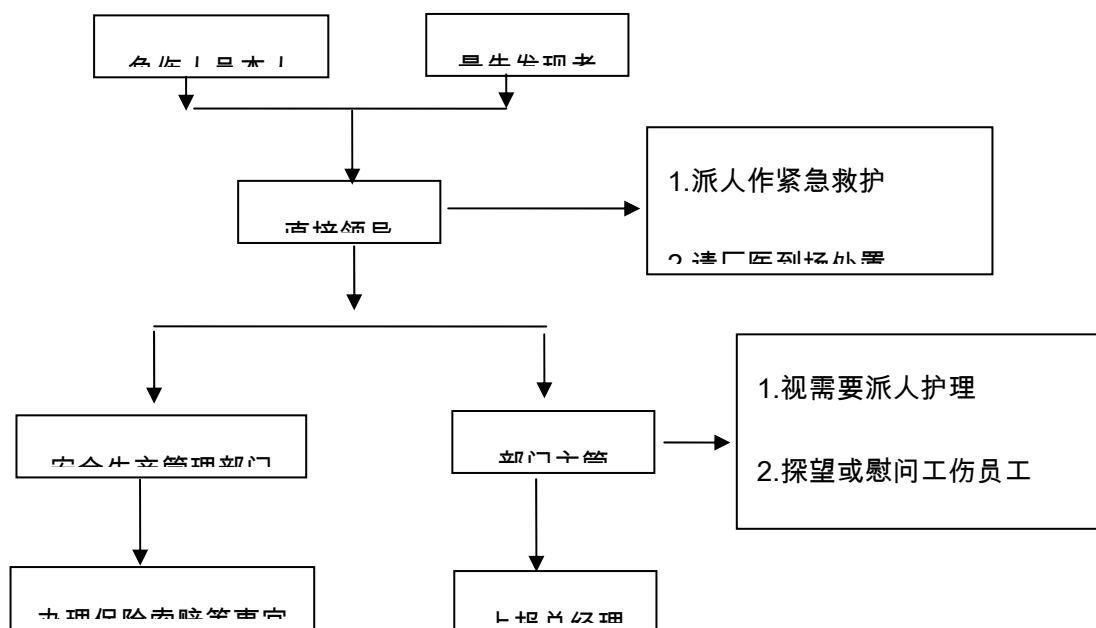

图 5-4 工伤事故处理流程
(1) 发生工伤时，负伤人员或最先发现的人应立即报告直接管理人员，并按图 5-4 所示的工伤反应流程处置。